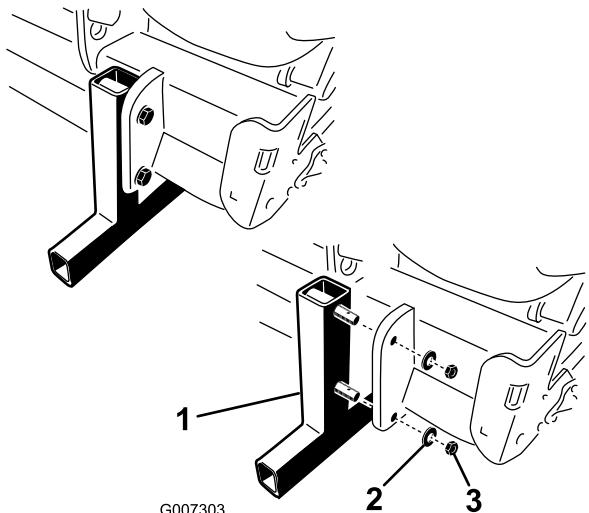

图19
2. 卸下将存放支架固定到打孔机的螺母和锁紧垫圈 图 19。
4. 将保险销包含在散装零件中插入存放支架销以便进行存放 图19。